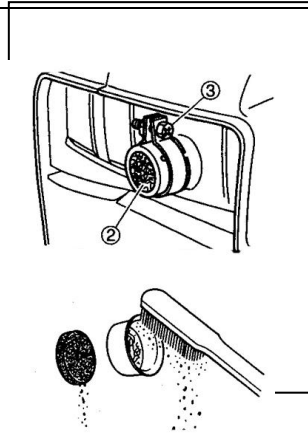

Fig.36
2. Desmontar el filtro en el escape (Fig.36).